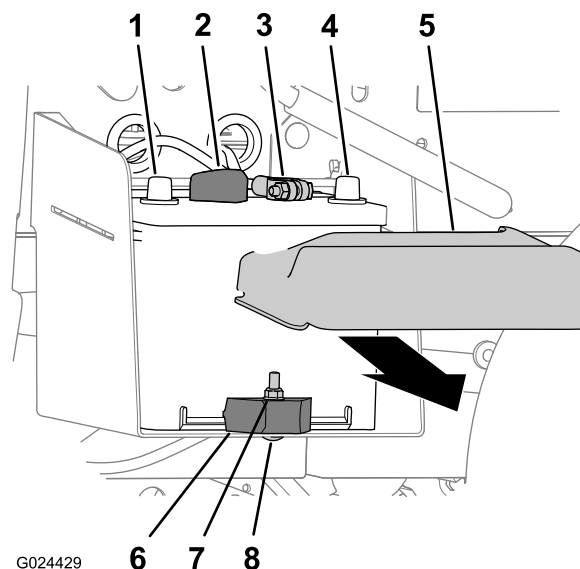

Figure 2
1. Appuyez de chaque côté du couvercle de la batterie et enlevez le couvercle en haut de la batterie (Figure 2).
2. Débranchez le câble négatif de la borne de la batterie (Figure 2).
3. Débranchez le câble positif de la borne de la batterie (Figure 2).